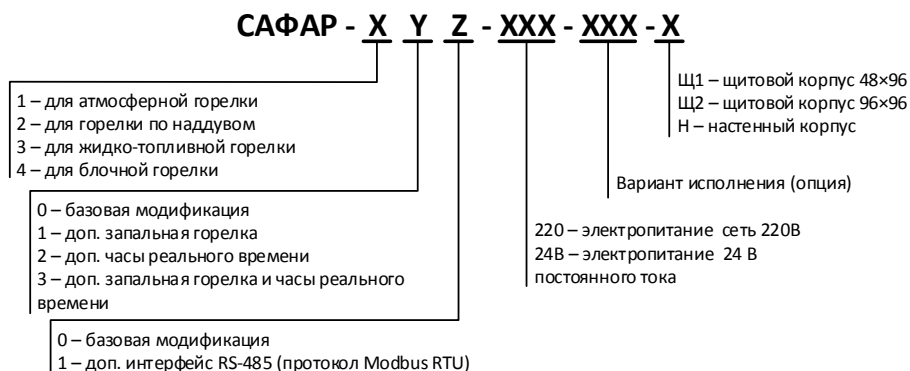

Рис. 1: Расшифровка кода модификации.
2.10 Информация о модификации автомата горения зашифрована в коде полного условного обозначения (см. рис. 1).